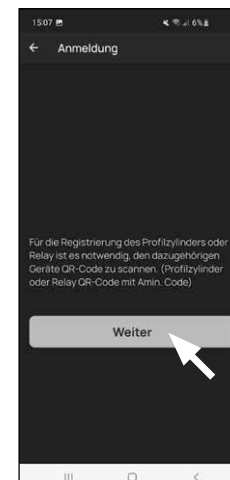

Abb. 4
- 4 Tippen Sie auf „Weiter“ (Abb. 4). Ggf. werden Sie aufgefordert, den Zugriff der App auf die Kamera zu bestätigen.